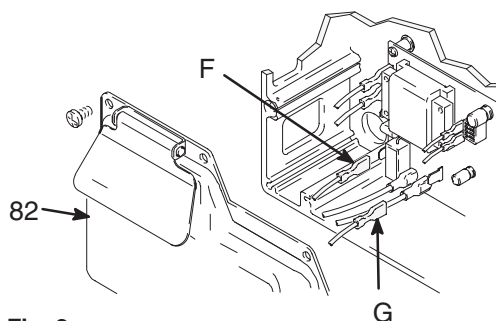

Fig. 3
3. Fig. 3. Fjern trykstyringsdækslet (82). Fjern motorledningerne (F) og (G).